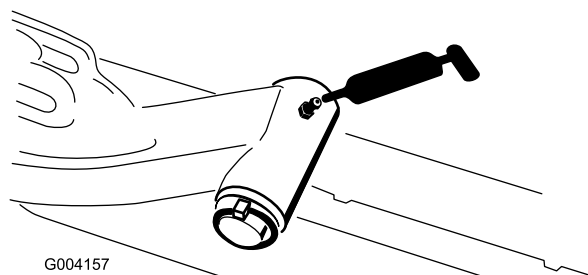

Figura 54
- Eje pivotante del brazo de elevación (1 en cada) (Figura 54)